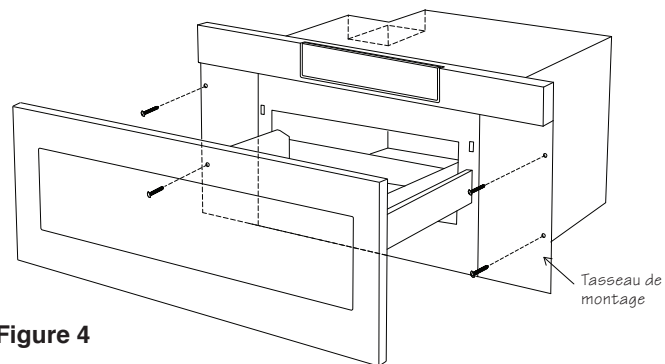

Figure 4
- Ouvrir le tiroir. En utilisant les 4 trous sur le tiroir comme gabarit, pré-percer l'armoire avec une mèche de 1/16 po (1,57 mm). Voir Figure 4.